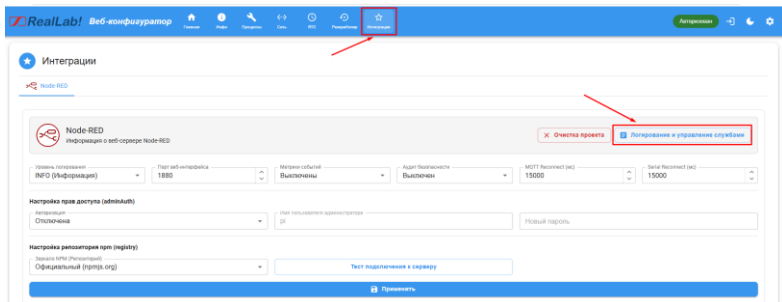

Рис. 2.28. Открытие вкладки «Логирование и управление службами»
2. После авторизации перейдите в раздел «Интеграции» и выберите вкладку «Node-RED» (см. рис. 2.28);